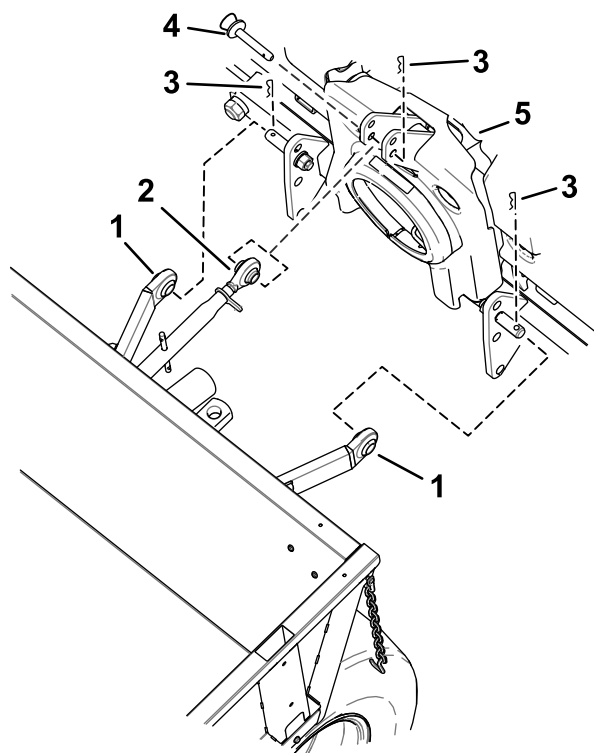

図 28
1. マシンをゆっくりとバックさせて、ドラフトリンクをアタッチメントの下部コネクタに合わせる 図 28。
2. ドラフトリンクをアタッチメントに接続する 図 28。
3. 上部リンクを、アタッチメントの上部コネクタにセットする 図 28。
4. 上部リンクをアタッチメントに固定する 図 28。
4. アタッチメントから上部リンクを外す 図 28。
5. アタッチメントからドラフトリンクを外す 図 28。